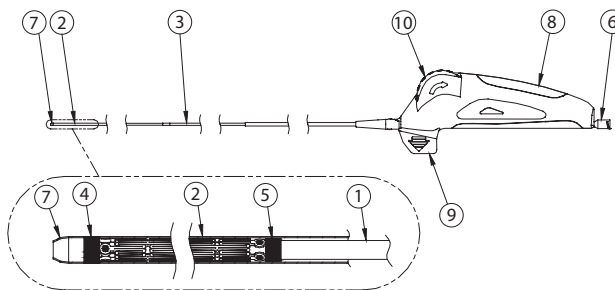

Figura 1. Sistema di rilascio Entrust
Il sistema di rilascio Entrust, mostrato nella **Figura 1**, è dotato di un'asta dal design triassiale costituita da un'asta interna (1), da una guaina esterna retrattile argentata (2) e da una guaina di isolamento dorata (3) per facilitare l'uso durante il rilascio. L'impugnatura di rilascio ergonomica (8) è dotata di un pin di bloccaggio di sicurezza rimovibile (9), di una rotella di rilascio (10) e di un raccordo luer (6).